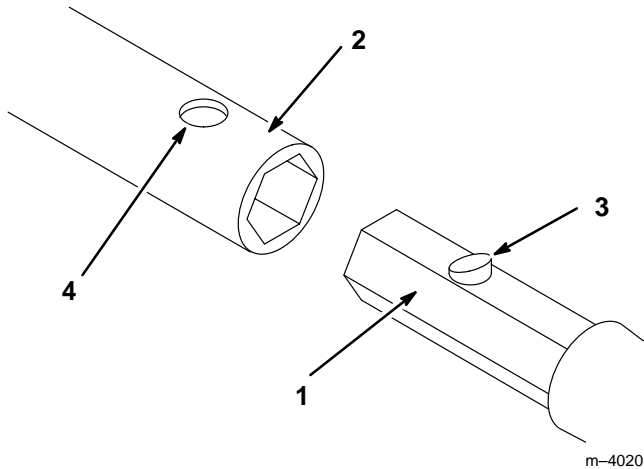

Figure 4
2. Glisser la queue hexagonale d'une tige, d'une mèche de forage ou d'un alésoir dans la douille. Aligner le bouton de verrouillage face au trou de la douille (Fig. 4).
3. Enfoncer le bouton de verrouillage et pousser le manche dans la douille jusqu'à ce que le bouton de verrouillage se loge avec un déclic dans le trou de la douille (Fig. 4).